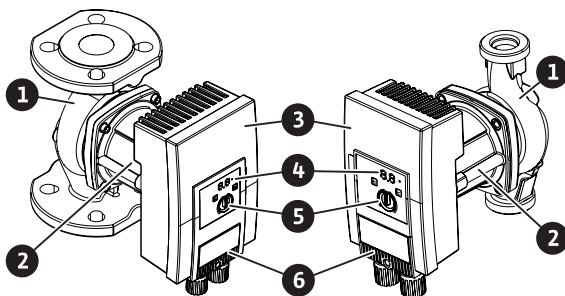

Fig. 1: Pumba ülevaade
Mootori korpuse peal on reguleerimismoodul (Fig. 1, pos 3), mis reguleerib pumpa ja muudab SSM-liidese kasutatavaks. Pöörlemiskiirust või rõhkude vahet reguleeritakse valitud rakenduse või reguleerimisfunktsiooni põhjal. Kõikide rõhkude vahe reguleerimise funktsioonide puhul kohandub pump pidevalt süsteemi muutuva võimsustarbega.